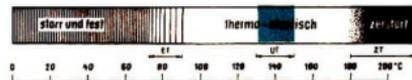
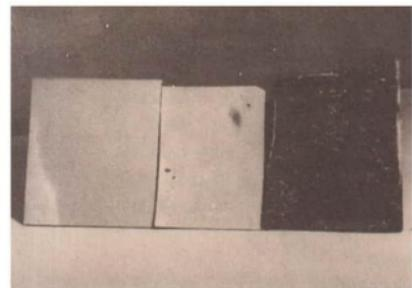

Bild 9 Festigkeit von PVC-hart in Abhängigkeit von der Temperatur
Bild 10 Verbranntes PVC-hart (Mitte und rechts)
besten bei 130 °C bis 150 °C Umformtemperatur (UT) umformen (Bild 9). Die Umformung bleibt nach der Abkühlung erhalten, auch bei geringer Erwärmung. Bei Temperaturen von 180 °C und darüber verbrennt PVC-hart, das Gefüge wird zerstört (ZT). Verbrennungen am Werkstoff erkennt man an der schwarzen Farbe und den Blasen an der Oberfläche (Bild 10).